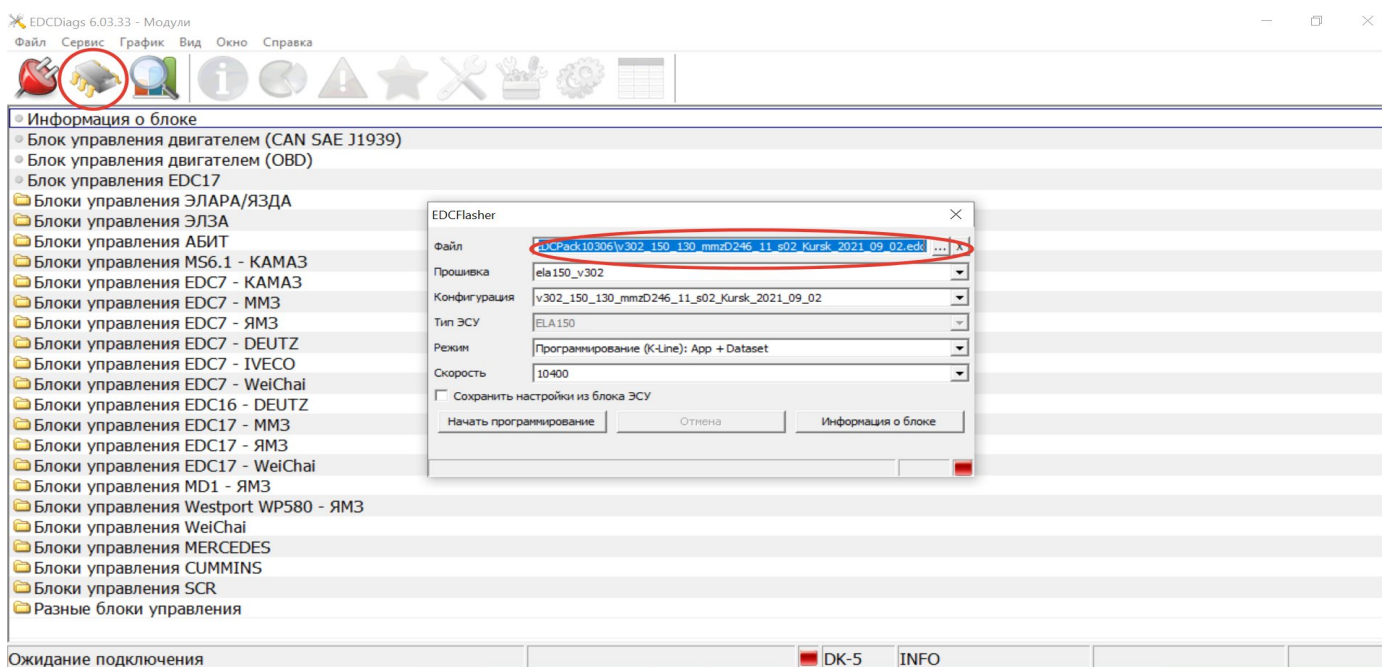

Рисунок 8. Программирование изделия при помощи программы EDCDiags
2. В появившемся окне EDCFlasher в строке «файл» выбрать файл «прошивки» для программирования изделия (Рисунок 8. Программирование изделия при помощи программы EDCDiags).